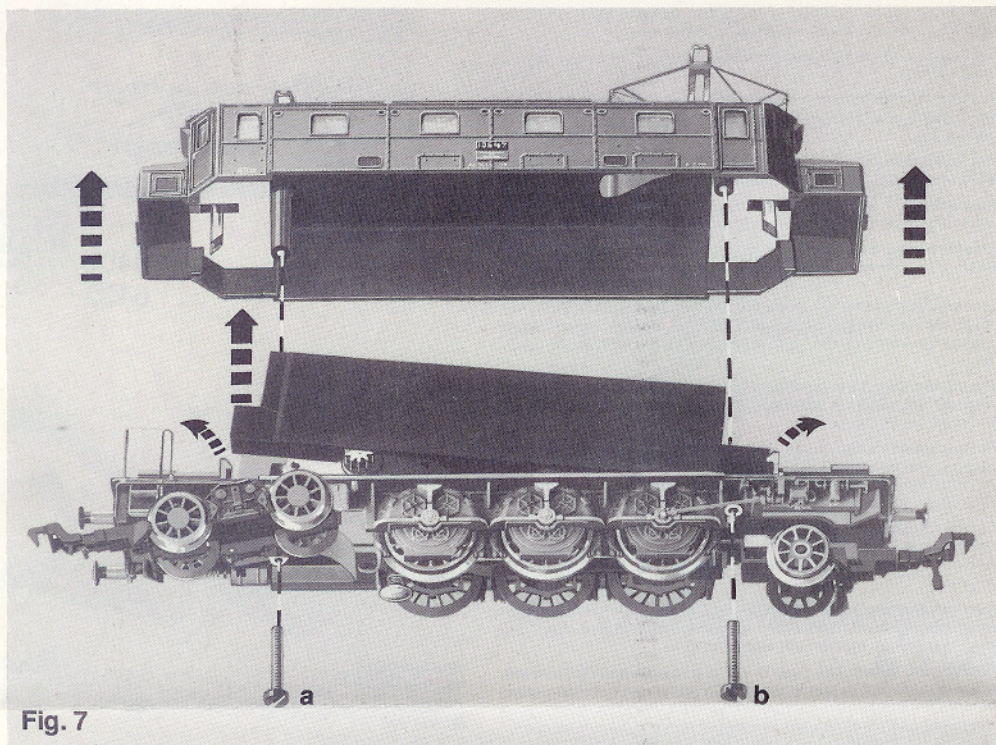
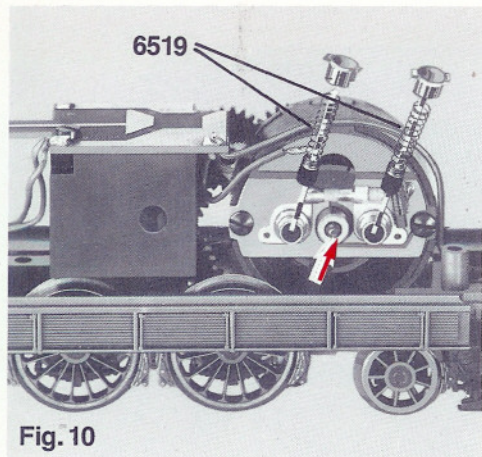

Fig. 7
Fig. 10
**Öffnen:** Ein Öffnen der Lok ist nur zum Lampenwechsel, Schleifkohlenwechsel und Ölen der Motor- und Getriebelager erforderlich (Fig. 7).
Blei-Beschwerung durch Aufspreizen der Halteklammern entfernen (Fig. 7).
**Kohlenwechsel:** Blei-Beschwerung durch Aufspreizen der Halteklammern entfernen (Fig. 7). Kohlenrohrkappen abziehen. Ersatzkohlen mit Federn einsetzen (Fig. 10).
**Ölen:** Geölt werden Motor und Getriebe nur an den gekennzeichneten Lagerstellen (Fig. 10, 11 und 12).
**To open:** One only needs to open the locomotive, to replace bulbs, to replace carbon brushes, to oil the motor and gear-box axles (fig. 7). Remove the screws a and b. Carefully lift the body upwards.
Remove the lead weight by prising open the retaining clips (fig. 7).
**Changing Brushes:** Remove the lead weight by prising open the retaining clips (fig. 7). Pull off the brush caps. Insert spare brushes and springs (fig. 10).
**Lubrication:** The motor and gear-box need only be lightly oiled at the bearing points marked (fig. 10, 11 and 12). Use only FLEISCHMANN-oil 6599 or a light sewingmachine oil. Never use cooking oil! Use only one drop of oil for each oiling point ( → ) otherwise you may flood.
**Le démontage:** Le démontage de la locomotive est uniquement nécessaire pour le remplacement des ampoules des balais ainsi que pour le graissage du moteur et des engrenages (fig. 7).
Enlever les festages de plomb en déformant légèrement les clames de maintien (fig. 7).
**Remplacement des balais:** Enlever les lestages de plomb en déformant légèrement les clames de maintien (fig. 7). Retirer les capuchons des balais. Monter les balais de rechange avec leur ressort (fig. 10).
**Graissage:** Le moteur et les engrenages doivent être huilés uniquement aux endroits indiqués (fig. 10, 11 et 12). Utiliser de l'huile FLEISCHMANN **6599** ou de l'huile pour machines à coudre. Jamais de l'huile alimentaire! Une seule goutte à chaque endroit (→) suffit; un surhuilage provoque un encrassement.
**Het openen van de lok:** Het openen van de lok is alleen nodig bij het wisselen van de lampen en de koolborstels, het oliën van de motorenlagers en de tandwielen (fig. 7). De schroeven a en b verwijderen. De kap van de lokomotief loodrecht naar boven trekken.
Het ballastlood uitnemen door het uiteenbuigen van de klemmetjes (fig. 7).
**Koolborstels wisselen:** Het ballastlood uitnemen door het uiteenbuigen van de klemmetjes (fig. 7). Beschermkapjes afnemen. Nieuwe koolborstels met veertje indrukken (fig. 10).
**Oliën:** De motor en de aandrijving hoeven alleen op de aangegeven plaatsen geolied te worden (fig. 10, 11 en 12). Alleen FLEISCHMANN-olie **6599** of naaimachine-olie gebruiken. Nooit slaolie! Slechts 1 druppel op de te oliën (→) plaats is voldoende.
**Öppning:** Öppning av loket fordras endast vid lampbyte, kolbyte, inoljning av motor- och drivlager och vid byte av koppel (fig. 7). Skruvarna **a** och **b** avlägsnas. Lökkåpan dras rakt upp.
Avlägsna blyvikterna genom att böja ut klämmorna (fig. 7).
**Kolbyte:** Avlägsna blyvikterna genom att böja ut klämmorna (fig. 7). Dra ut kolhattarna. Stick i utbyteskol med fjäder (fig. 10).
**Inoljning:** Motor och drev inoljas på de visade lagren (fig. 10, 11 och 12). Endast FLEISCHMANN-olja **6599** eller symaskinsolja får användas. Aldrig matoja! Endast 1 droppe per ställe (→) annars blir det för mycket.